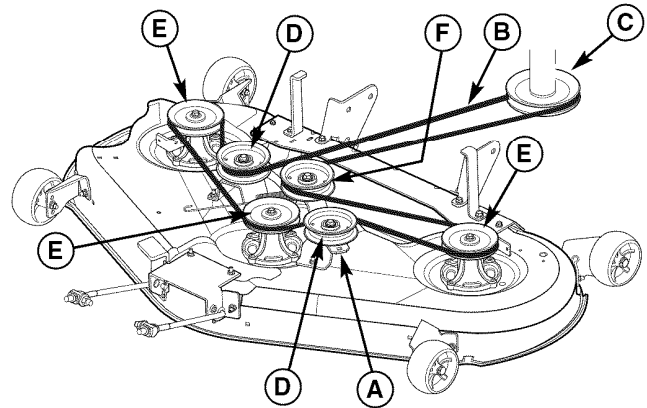

Figura 44. Dirección de la correa del cortacésped
3. Inserte el trinquete en el orificio de 9,5 mm (3/8 pulg.) del brazo de polea tensora (A, Figura 44) y tire para liberar la tensión de la correa.
4. Retire la correa de transmisión del cortacésped (B) de la polea del motor de transmisión (C).
6. Instale la nueva correa del cortacésped en la forma que se muestra en la Figura 44.